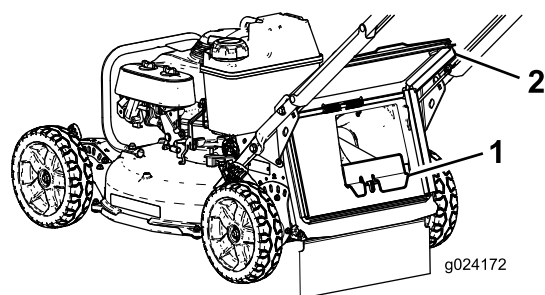

Figura 20
hasta que el enganche encaje en su sitio (Figura 20).
3. Retire el tapón de descarga trasera presionando el enganche hacia dentro con el dedo pulgar y extrayendo el tapón de la máquina (Figura 20).